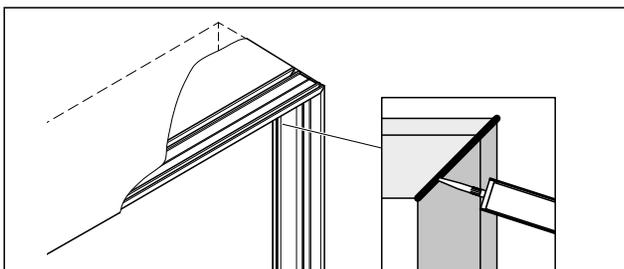

Abb. 27 Die Profilkanten und Stöße von innen silikonieren
9. Bei hohen Anforderungen an den Schallschutz die Profilkanten und Stöße von innen silikonieren (Abb. 27).